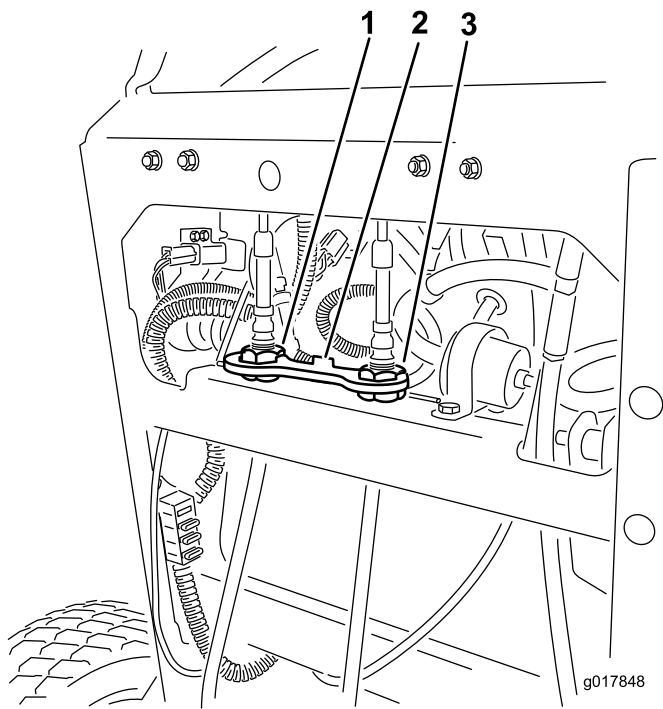

図 56
4. 右ケーブル調整器を回して、右側コントロールレバーがコントロールパネルのニュートラルロックスロットの中央にくるようにする(図 56)。